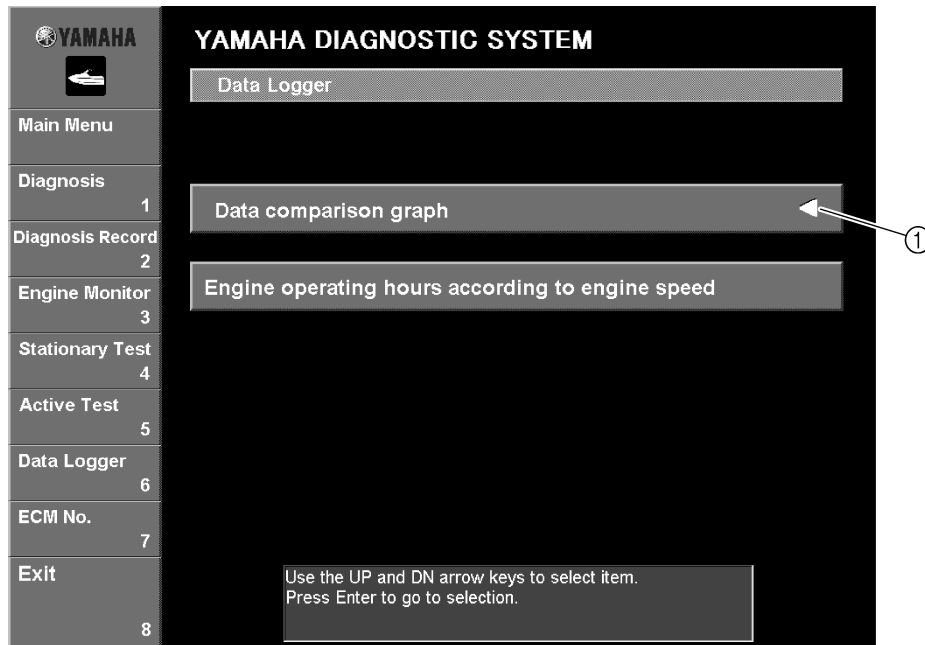

Fig. 59
1. Select the desired item by either clicking it or pressing the up or down arrow keys on your keyboard. (Fig. 59)
2. Press the Enter key on your keyboard. The window of the selected item is displayed. (Fig. 59)
1. Sélectionner l'élément souhaité en cliquant dessus ou en utilisant les touches haut ou bas du clavier (Fig. 59).
2. Appuyer sur la touche Entrée du clavier. La fenêtre de l'élément sélectionné s'affiche (Fig. 59).
1. Das gewünschte Datenfeld entweder durch Anklicken oder durch Benutzung der Pfeiltasten auf Ihrer Tastatur auswählen. (Abb. 59)
2. Drücken Sie die "Enter"-Taste auf Ihrer Tastatur. Das Fenster des ausgewählten Datenfeldes erscheint. (Abb. 59)
1. Seleccione el elemento que desee haciendo clic en él o bien pulsando la flecha arriba o abajo del teclado. (Fig. 59)
2. Pulse la tecla Intro en el teclado. Aparece la ventana del elemento seleccionado. (Fig. 59)